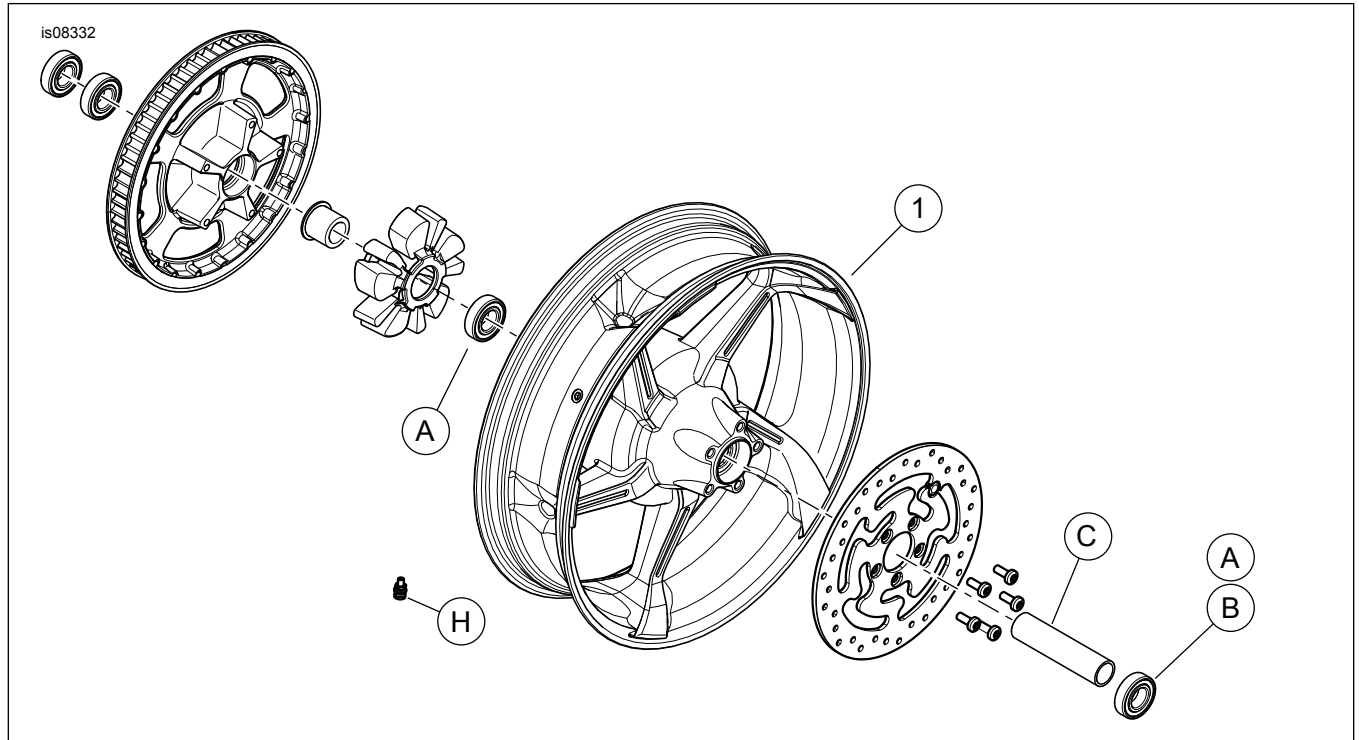

Abbildung 1. Ersatzteile: Aggressor-Hinterräder
Siehe Abbildung 1 und Ersatzteiletabellen.
- Siehe Abbildung 1. Die Ventilschaft-Baugruppe (H) am Rad anbringen. Siehe das Werkstatthandbuch.